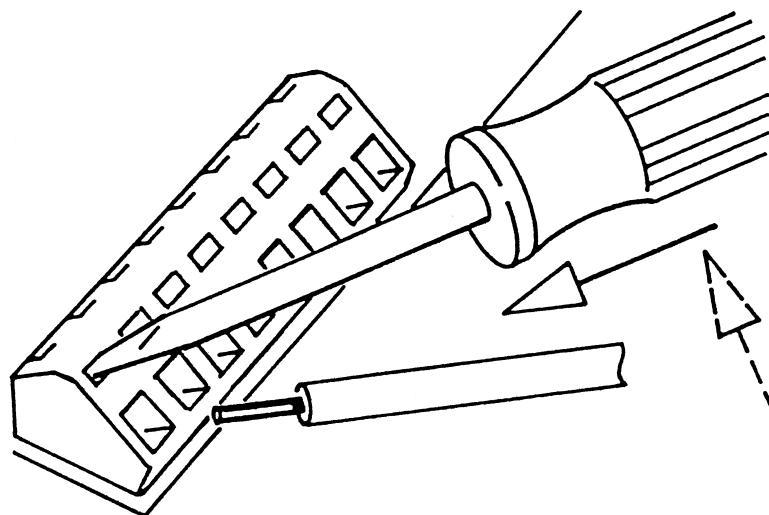

Fig. 6
- Указание по работе с безрезьбовыми клеммами: на рис. 6 показано, как с помощью отвертки подготовить клемму к подключению. К каждой клемме можно подсоединять только один провод.